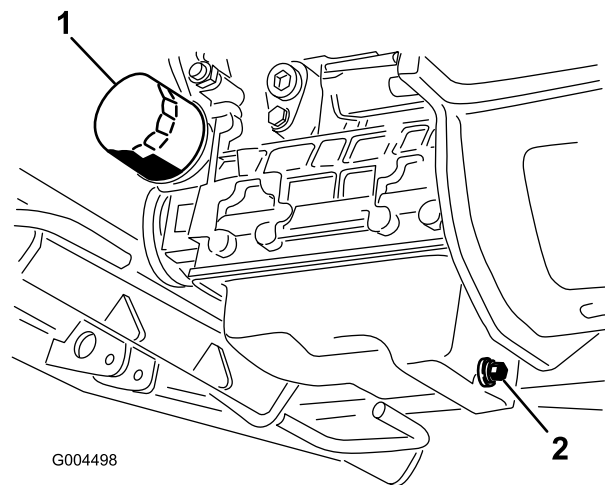

Figura 60
3. Coloque un recipiente debajo del capó, alineado con el tapón de vaciado (Figura 60).
6. Retire el filtro de aceite e instale uno nuevo (Figura 60).